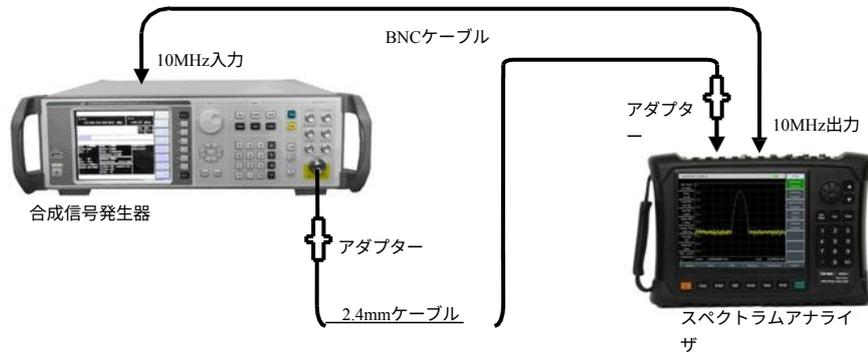

図12-13 イメージ、マルチプル、および帯域外応答テストの設定
- 1) 図12-13に示すように、測定機器を接続します。スペクトラムアナライザは合成信号源の周波数基準を提供します。